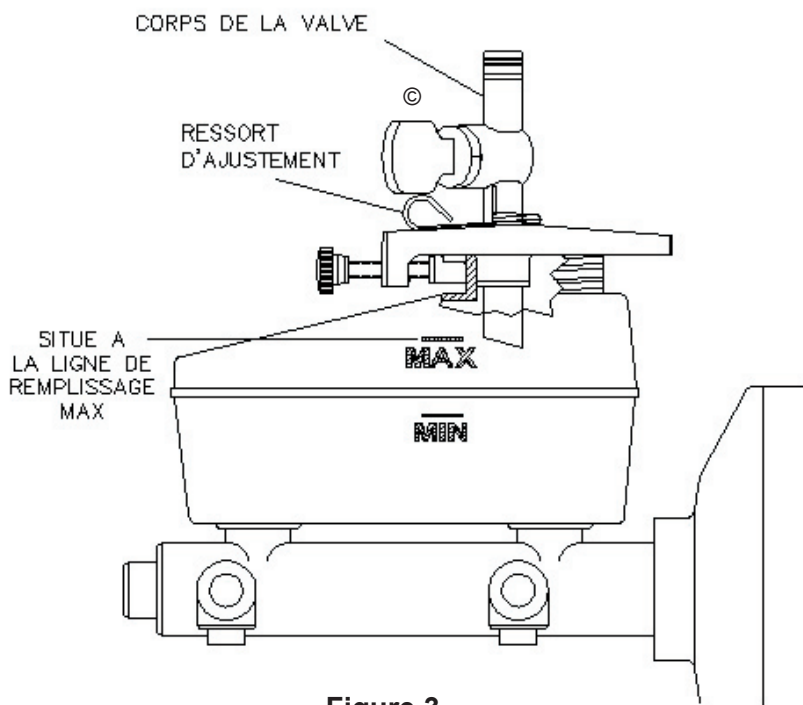

Figure 3
5. Installer le Ressort d'Ajustement sur le cou du Corps de la Valve (Figure 3).
6. Faire glisser le cou du Corps de la Valve dans le trou de la Base de Remplissage et utiliser le Ressort d'Ajustement pour aligner le bas du cou avec la ligne de remplissage MAX sur le maître-cylindre (Figure 3).